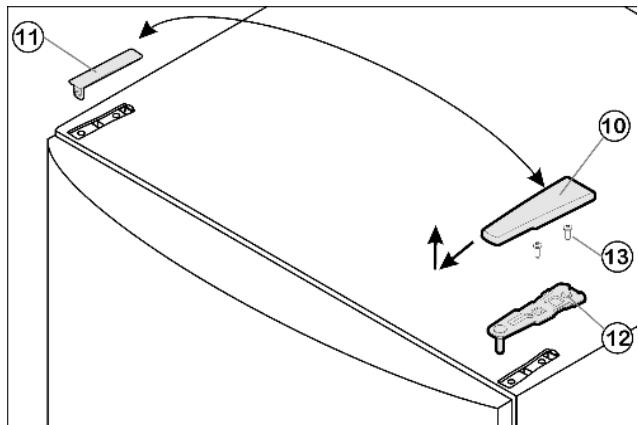

Fig. 8
- Крышку Fig. 8 (10) снимите движением вперед и вверх.
- Снимите крышку Fig. 8 (11).
- Открутите верхний опорный кронштейн Fig. 8 (12)(2 шт.) Torx 25) Fig. 8 (13) и вытяните вверх.